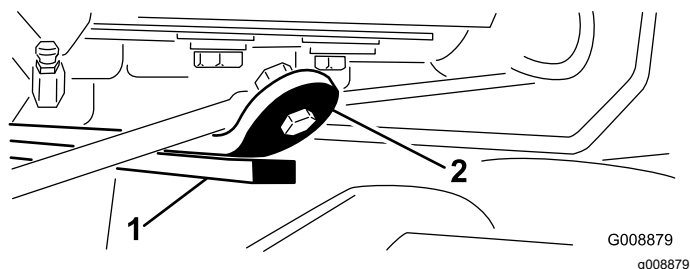

Figura 28
3. Arranque el motor, eleve los brazos de elevación y compruebe que la holgura entre la pletina que está encima de la barra de desgaste de la unidad de corte trasera y la pletina de amortiguación es de 0,51 a 2,54 mm, según se muestra en Figura 28.